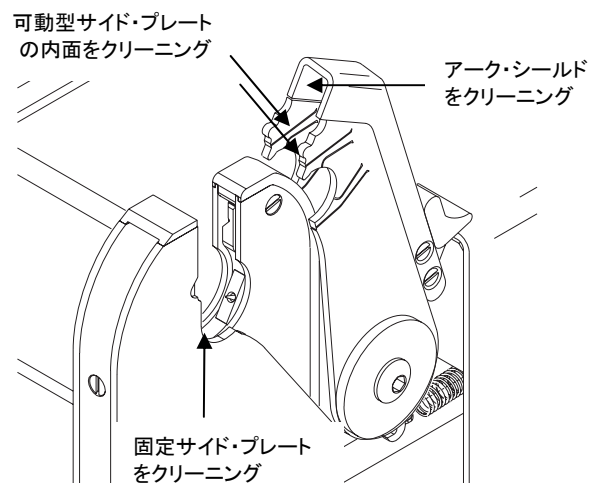

Figure 40 サイド・プレートとアーク・シールドの検査
2. ステンレス鋼製ワイヤー・ブラシを使用して、溶接物に接触するサイド・プレートのコレットの表面のクリーニングを行います。**Fig.40** をご参照ください。